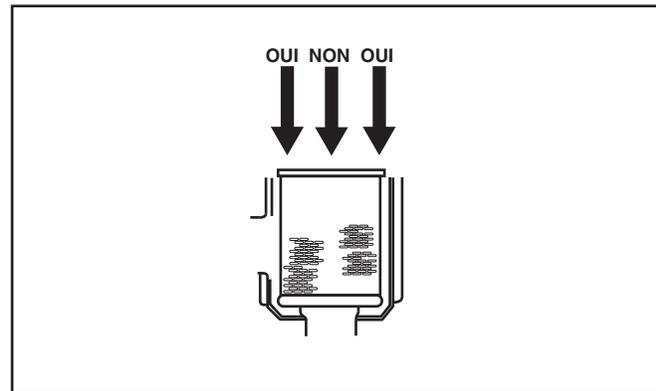

Figure 9 - Répartition de la pression
7. Installer l'élément filtrant neuf de façon à répartir la pression uniformément au joint d'étanchéité à collerette du bas. Voir Figure 9.